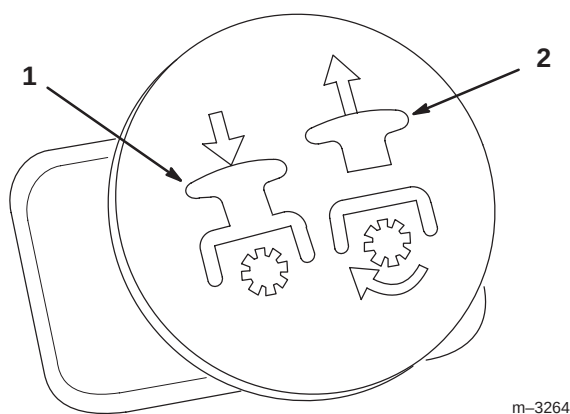

Figure 16
3. Tirez la commande de prise de force (PdF) en position embrayée (Fig. 16).